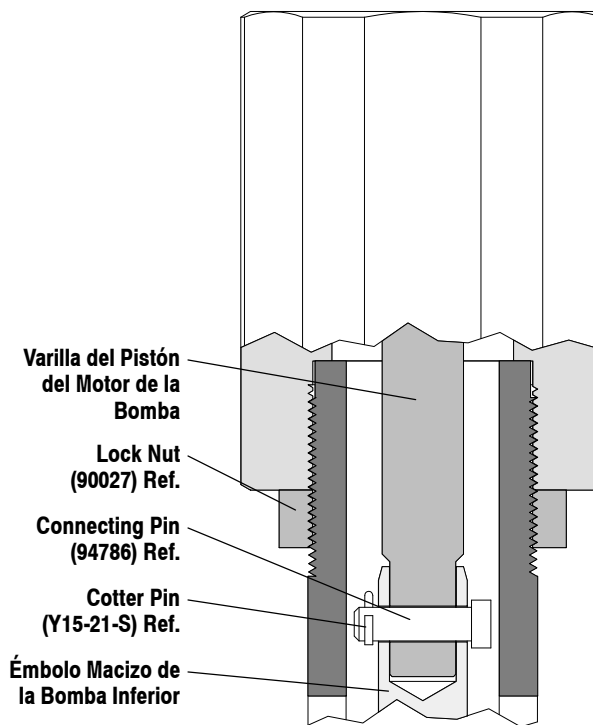

FIGURA 2
1. Afloje la contratuerca (90027) y destornille toda la bomba del motor de aire. Esto dejará expuesto la clavija conectora (94786) (ver figura 2).